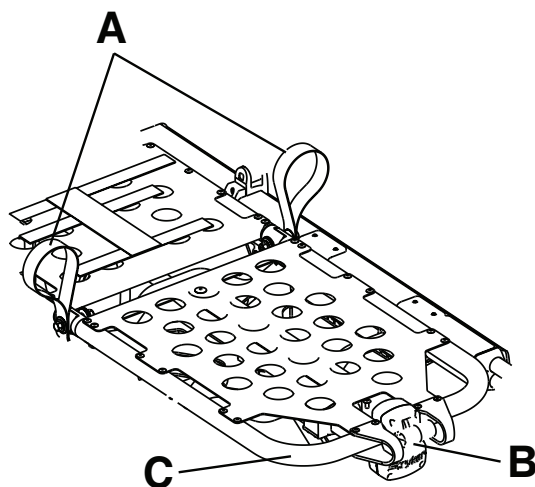

Figura 13 – Suport
1. Ridicați oricare dintre buclele de ridicare roșii (A) până când suportul pentru genunchi este în cea mai înaltă poziție (Figura 13).
Pentru a coborî suportul pentru genunchi, ridicați oricare dintre buclele de ridicare (A) de culoare roșie pentru a elibera presiunea de pe mecanismul de blocare. În timp ce țineți de bucla de ridicare de culoare roșie, împingeți mânerul de eliberare de culoare roșie al suportului pentru picioare (B) până când guseul de susținere este eliberat (Figura 13). Coborâți suportul pentru genunchi până când este în poziție plană.
Pentru a ridica suportul pentru genunchi în poziție Trendelenburg, ridicați cadrul suportului pentru picioare (C) cât mai sus posibil, până când rama se fixează în poziție (Figura 13). Guseul de susținere se conectează automat atunci când eliberați cadrul.
Pentru a coborî suportul pentru genunchi în poziție Trendelenburg, ridicați cadrul suportului pentru picioare (C) și, în timp ce țineți de cadru, țineți ridicat mânerul de eliberare de culoare roșie al suportului pentru picioare (B) până când rama eliberează guseul de susținere (Figura 13). Coborâți suportul pentru picioare până când este în poziție plană.